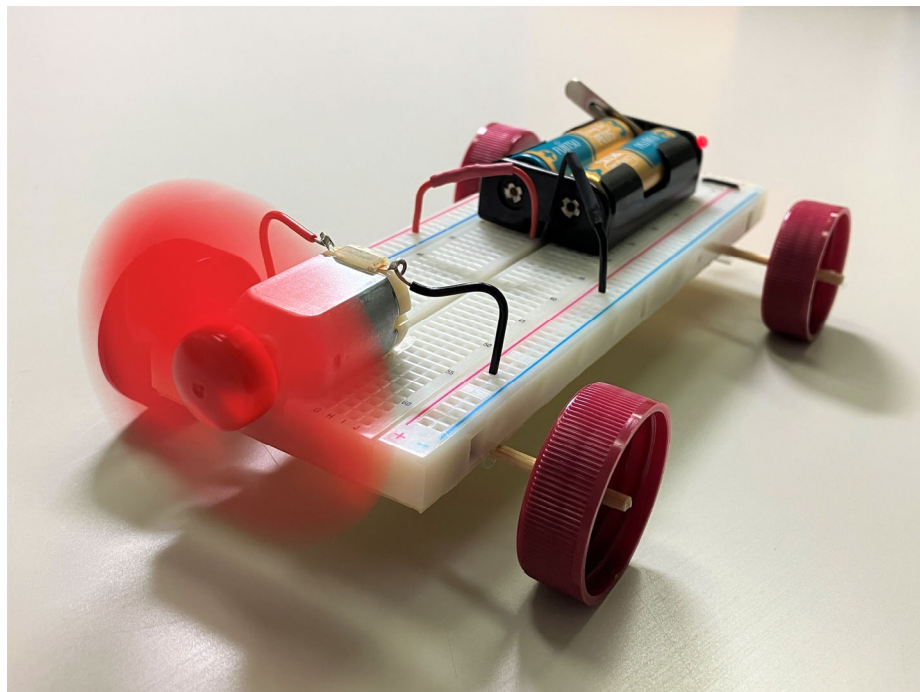

図1ず モーターカー完成かんせい図
- ① ストローをブレッドボードの幅に合わせて切ります。
- ② ブレッドボード裏面の両面テープをストローの幅に切り込みを入れ、切った部分のシート取り除き、ストローを貼り付けます。
- ③ ブレッドボードの幅より3cm程度長く竹串を切ります。
- ④ 竹串たけぐしをストローとおに通して、竹串たけぐしの両端りょうはじにキャップせつちやくをグルーガンせつちやくで接着せつちやくします。
- ⑤ モーターでんちと電池ボックスとりつを取付ける位置いちに両面テープりょうめんを貼り付けはます。
- ⑥ 電池ボックスでんちを貼り付けてブレッドボードはいせんに配線はいせんします。
- ⑦ 抵抗器ていこうきとLEDでんちに電池でんちの電圧でんあつがかかるように配置はいちして配線はいせんします。
- ⑧ モーターでんちにプロペラとりつを取付けてから、ブレッドボードはいちに配置はいせんして配線はいせんします。
- ⑨ 電池ボックスでんちのスイッチいを入れるとモーターかいてんが回転かいてんして、モーターカーぜんしんが前進ぜんしんします。同時にLEDどうじが点灯てんとうします。(図1ずのようになります。)